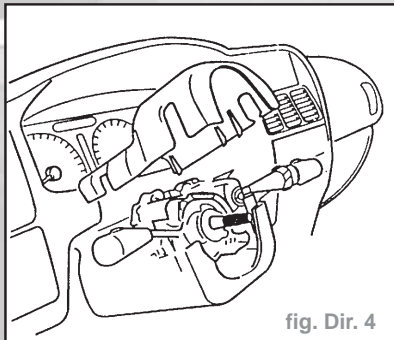

fig. Dir. 4
- le revêtement de la colonne de direction (fig. Dir. 4).